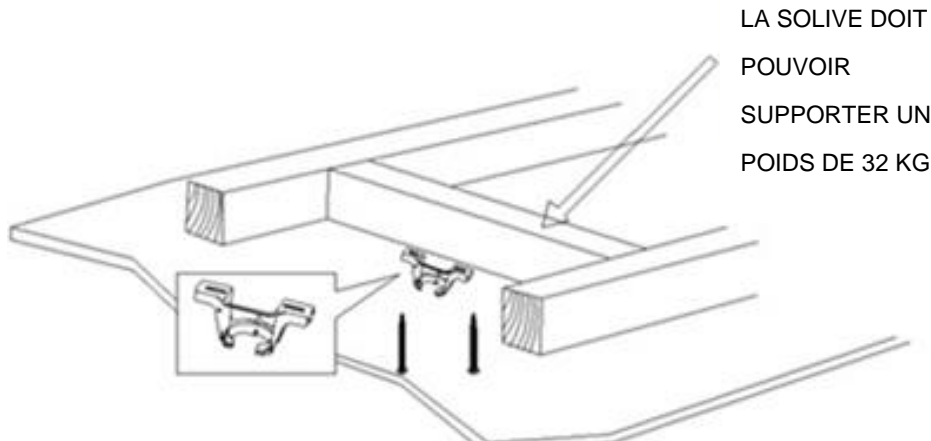

Fig. 2
- Installez le support de montage sur une solive ou une structure capable de supporter une charge d'au moins 32 kg avec les deux vis longues fournies. Veillez à ce qu'au moins 30 mm des vis soient vissés dans le support. (Fig. 2)